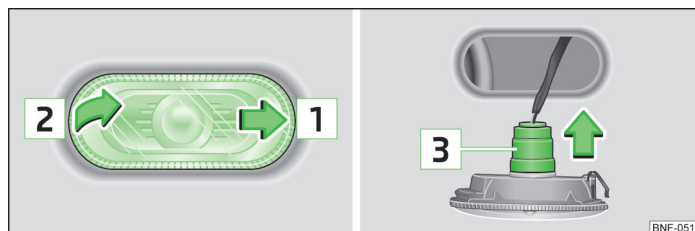

Fig. 128 Partea dreaptă: Înlocuirea becului lămpii de semnalizare
- › Împingeți lampa de semnalizare în sensul săgeții **1** » fig. 128.